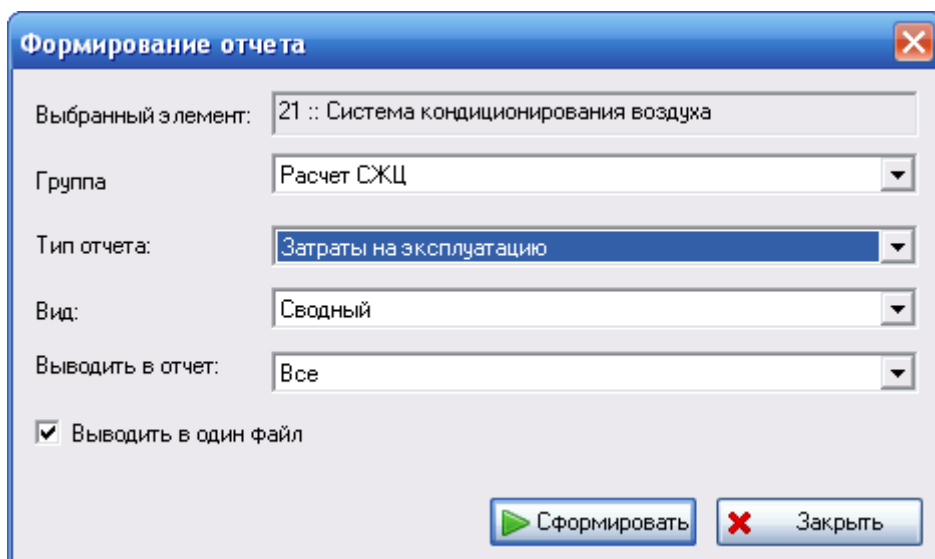

Рис. 8-16
- При выборе типа отчета «Затраты на эксплуатацию» окно **Формирование отчета** примет вид, представленный на рис. 8-16.